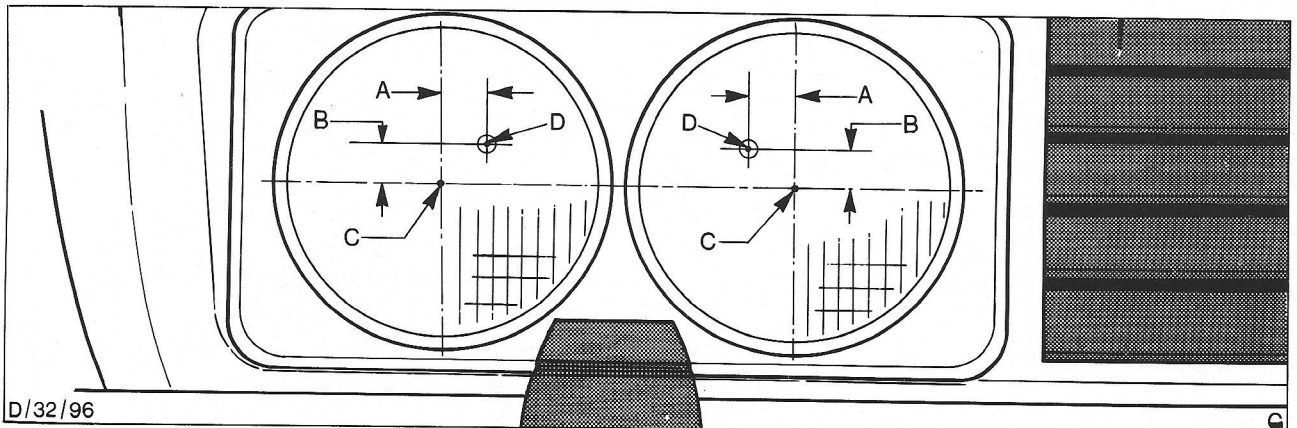

Fig. 50. A - 1 cm
- (b) Maak een merkteken op een afstand van 1 cm boven het midden en ook op een afstand van 1 cm in de richting van de bumperrozet, zoals aangegeven in Fig. 50.